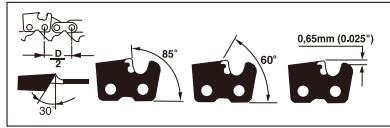

Рисунок 21
**ЗАТОЧКА ЦЕПИ** – шаг x толщина цепи (рис. 21): 3/8" x 0,050", тип: низкопрофильная. Затачивать цепь следует в защитных перчатках с помощью круглого напильника диаметром 4 мм (5/32 дюйма). Всегда затачивайте режущие зубья только движениями наружу (рис. 22), соблюдая размеры, приведенные на рис. 21.